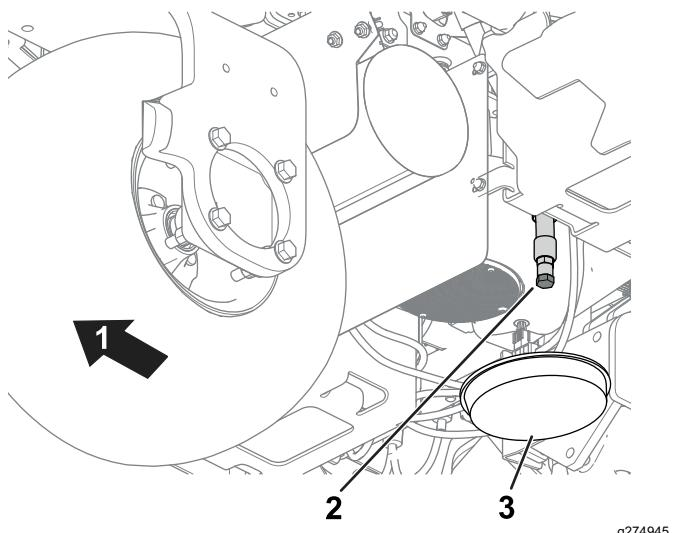

Bild 40
1. Entfernen Sie die Ablassschraube (Bild 40) und lassen Sie das Öl in die Auffangwanne ab.
2. Reinigen Sie das Gewinde der Ölablassschraube und schrauben Sie die Ablassschraube wieder auf (Bild 40).